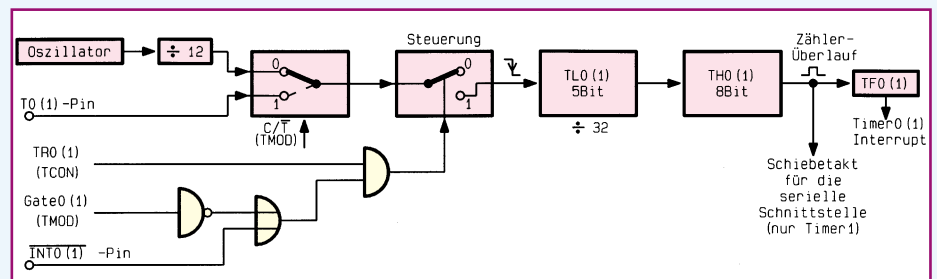

Bild 96: Funktionsweise des Timer/Zählers = (1) in der Betriebsart 0
Abbildung 96 zeigt die Funktionsweise des Timer/Zählers 0 (1) in der Betriebsart 0. Das Steuerbit C/T (Counter/Timer) nimmt die Auswahl zwischen der Timer- und Zählerfunktion vor. In der Timerfunktion (C/T = 0) erhält der nachgeschaltete Zähler direkt den durch 12 geteilten Oszillatortakt.